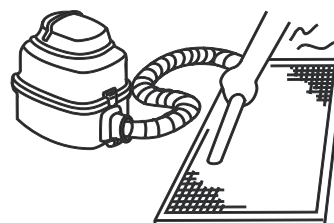

Figura 13.3
- a. In caso di utilizzo di aspirapolvere, il lato di aspirazione dell'aria deve essere rivolto verso l'alto (fare riferimento alla Figura 13.3).